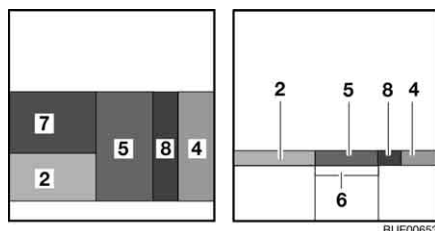

Fig. 107 Après la transformation
- Faire ressortir la rallonge du coffre de banquette (Fig. 107,6).
- Placer le coussin d'assise (Fig. 107,5) au centre.
- Placer le coussin de dossier (Fig. 107,4) entre le coussin d'assise et la cloison.
- Placer le coussin supplémentaire (Fig. 107,8) entre le coussin d'assise et le coussin de dossier.